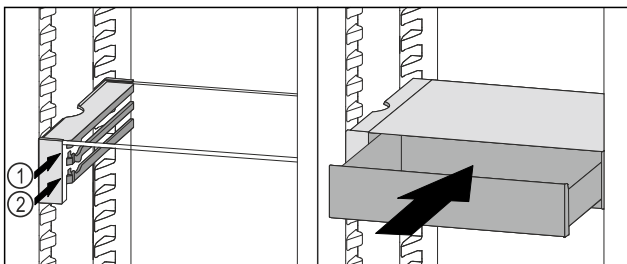

Fig. 114
- Встановити висувний ящик VarioSafe за стопорами на потрібне ребро Fig. 114 (1) або Fig. 114 (2).